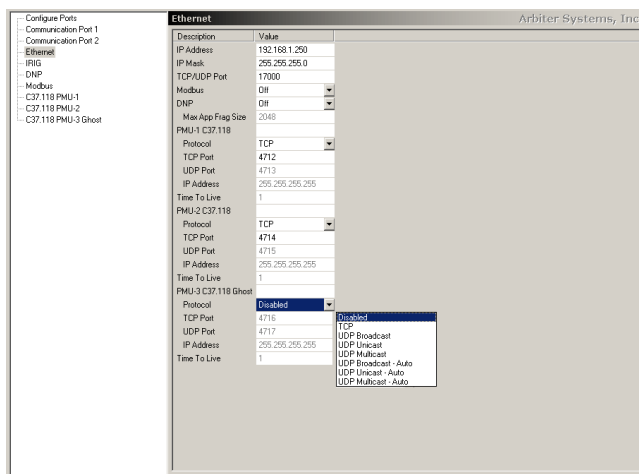

Рисунок 20
8.2.4 Настройка коммутационного порта Ethernet осуществляется на правой панели диалогового окна, рисунок 20. Параметры настройки коммутационного порта Ethernet приведены в таблице 11